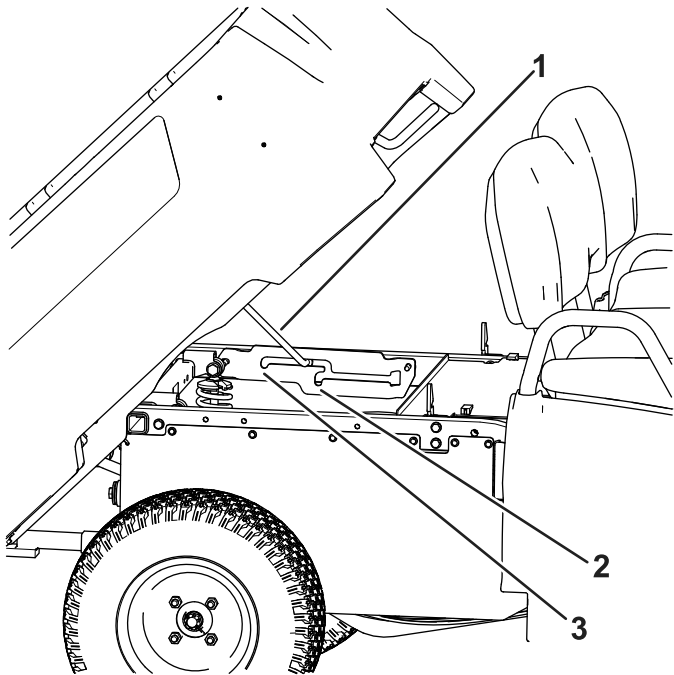

Figura 19
2. Tire de la varilla de sujeción hasta la ranura de retención de la posición de volcado para fijar la plataforma antes de volcar la carga (Figura 19).
2. Tire de la varilla de sujeción hasta que entre en la ranura de retención de la posición de servicio, para afianzar la plataforma mientras se realizan tareas de mantenimiento (Figura 19).
2. Extraiga la varilla de sujeción de la muesca de la ranura (Figura 19).